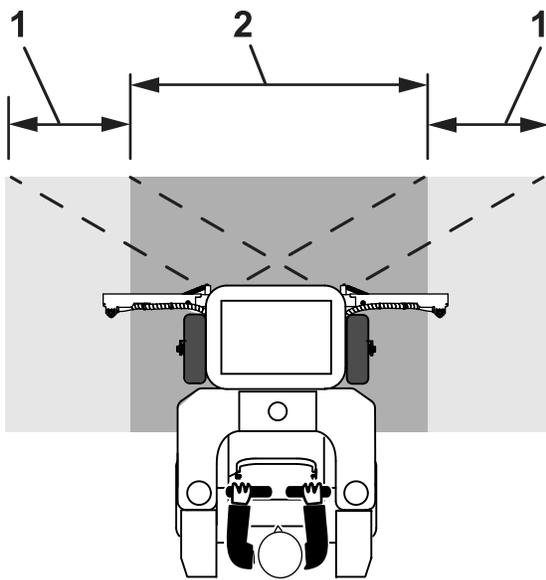

Figure 44
- N'empiétez pas sur la zone de pulvérisation effective que vous avez pulvérisée précédemment (Figure 44).